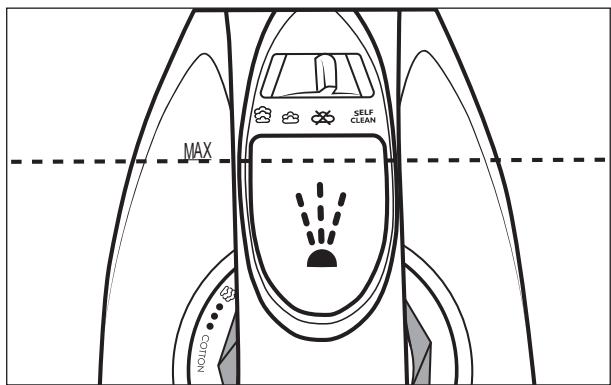

Fig. 1
- 3) Con el vaso medidor **1**, llene el depósito de agua **2** como máximo hasta la marca **MAX** (consulte la fig. 1).